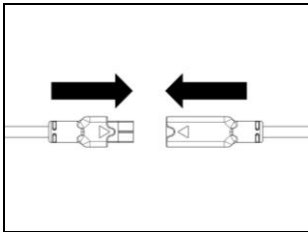

Fig. 38
- Acoplar el micrófono con el conector que proviene de la e-box (Fig. 38).